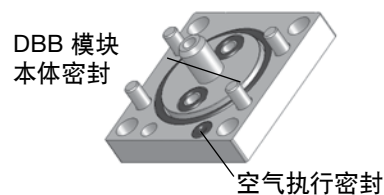

图 9
3. 要更换 DBB 模块本体密封 (9-022) 或执行空气密封 (9-004) 时, 按照法兰更换的第 1 步和第 2 步拆下模块和法兰。参见图 9。